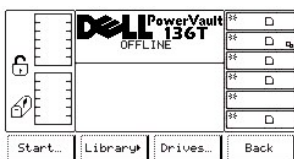

图 84. 主菜单 > 更多 > 维修菜单
- 1 随即出现“维修菜单”。该菜单上提供了四种选择。请参见图 84。
- 1 如果按下 **确定** 软键下方的按钮，将显示“维修菜单”。请参考 图 84。